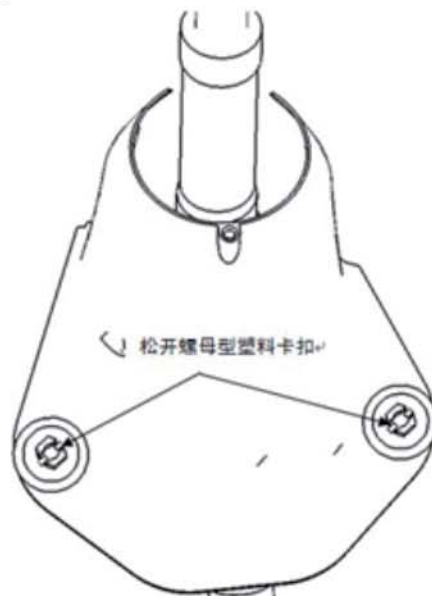

图 4-9
(9) 拔下转向轴锁上的接插件。
(10) 拆下万向节防尘罩 I 总成。如图 4-9 所示。